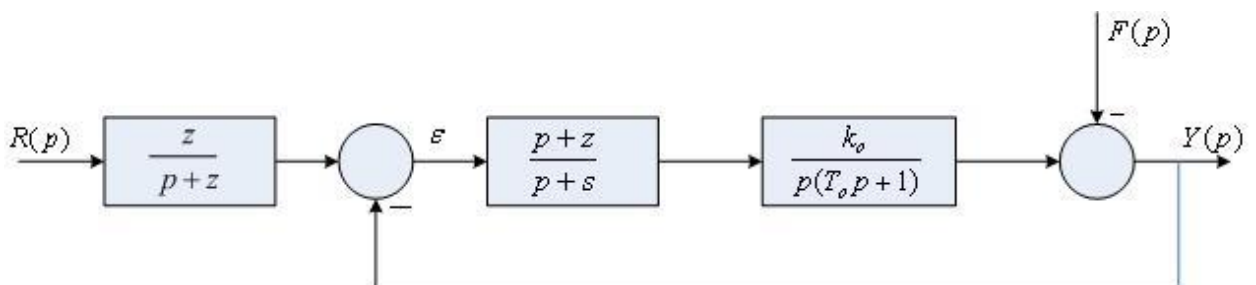

Рис. 5. Структурная схема САУ
4. Настройте параметры регулятора системы с аperiodической реакцией, состоящей из функционально необходимых элементов. Структурная схема системы приведена на рис. 5, исходные данные для первого варианта – в табл. 7.
4. Настройте параметры регулятора системы с апериодической реакцией, состоящей из функционально необходимых элементов. Структурная схема системы приведена на рис. 5, исходные данные для второго варианта – в табл. 7.
4. Настройте параметры регулятора системы с аperiodической реакцией, состоящей из функционально необходимых элементов. Структурная схема системы приведена на рис. 5, исходные данные для третьего варианта – в табл. 7.